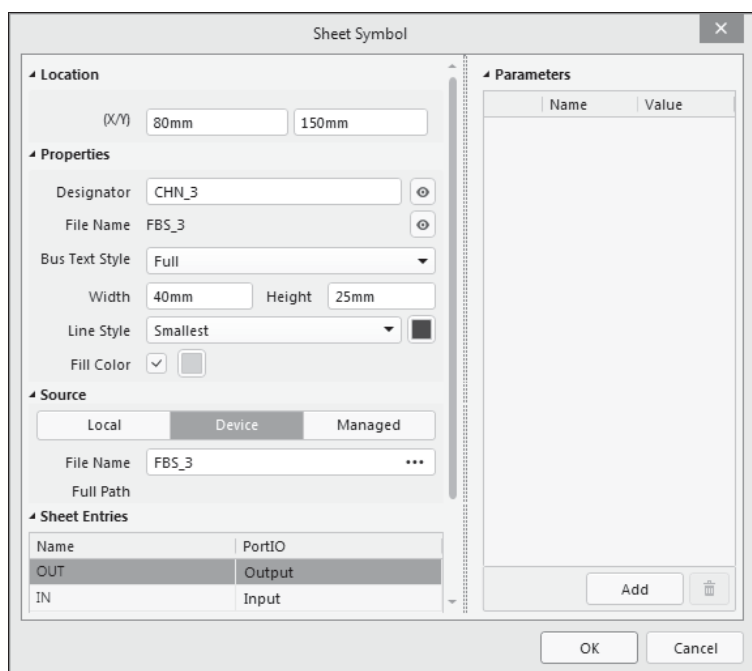

Рис. 4.27. Редактирование символа типового узла
2. Выберите в левом поле окна путь, а в правом — необходимый символ и завершите выбор щелчком на кнопке **OK**. Выбранный символ передается в схемный документ проекта. В случае необходимости клавишей <Tab> может быть открыто диалоговое окно «горячего» редактирования **Device Sheet Symbol**, либо (в версии Altium Designer 20) такое же редактирование может быть выполнено в открываемом по двойному щелчку диалоговом окне **Sheet Symbol** (рис. 4.27).